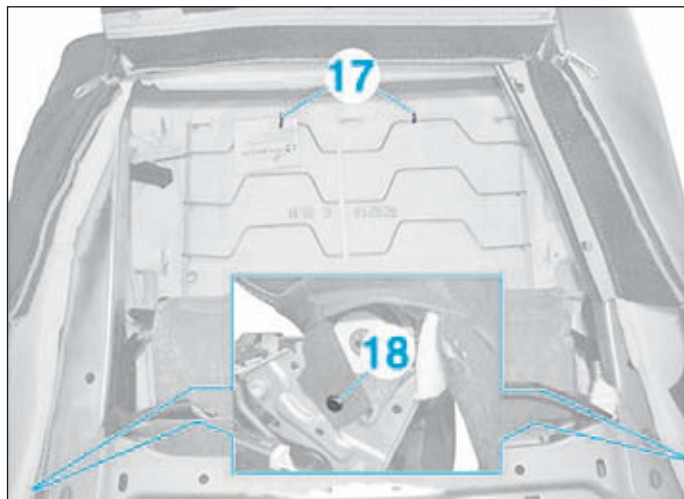

FIG.16
- A l'aide d'une pince, couper les anneaux de main-tien (17) (Fig.16).
- De chaque côté, déposer les agrafes (18).